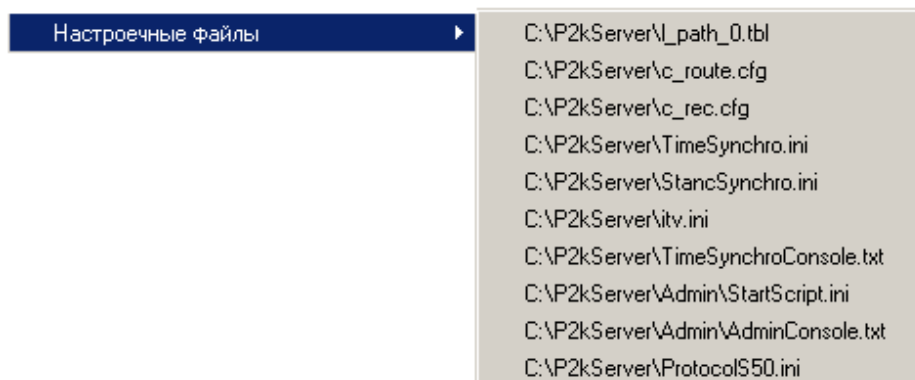

Рисунок 37 - Пункт меню «Настроечные файлы».
- Настроечные файлы (см. рисунок 37)